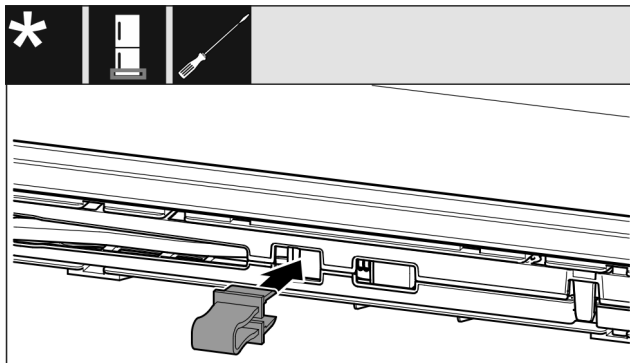

Fig. 14
- ▶ Užfiksukite fikساتorių angoje Fig. 14 ().